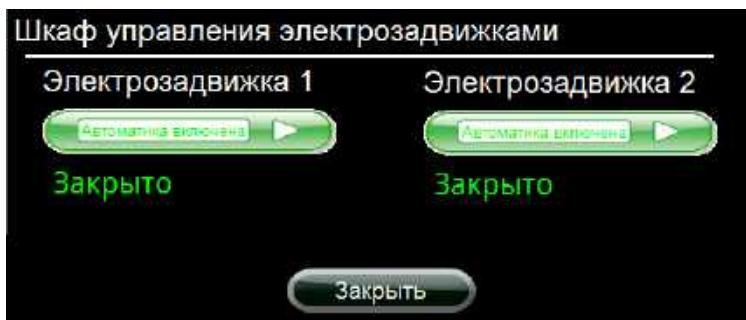

Рисунок 8 – Окно «ШУЗ»
8.10 При нажатии кнопки «ШУЗ» откроется всплывающее окно с отображаемой информацией о состоянии электрозадвижек (рис. **Рисунок 8**).